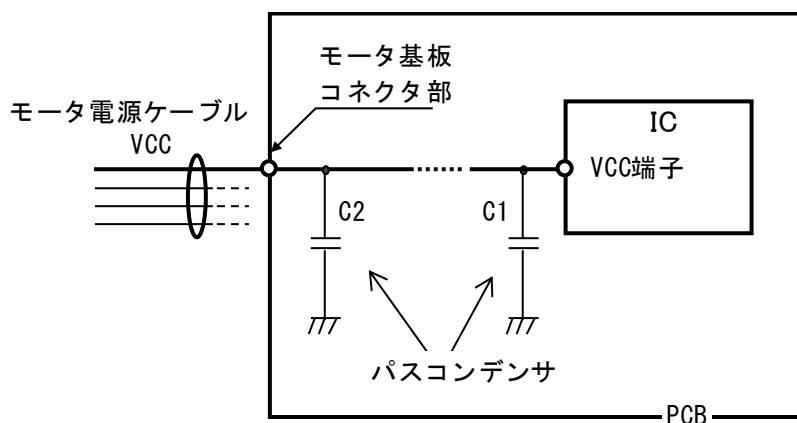

図 4.5.1 サージ電圧保護素子設置 (例)
- ・対策 ①IC端子に近接してパスコンデンサ C1 を配置する。パスコンデンサには、セラミックコンデンサ等の周波数特性の良いものを付加する。容量の目安は約 1 μF。(大きいほど効果がある。)
②さらに図 4.5.1 のように、VCC のサージ吸収のためモータ基板コネクタ部に近接してコンデンサ C2 等のサージ吸収素子を配置すると有効である。